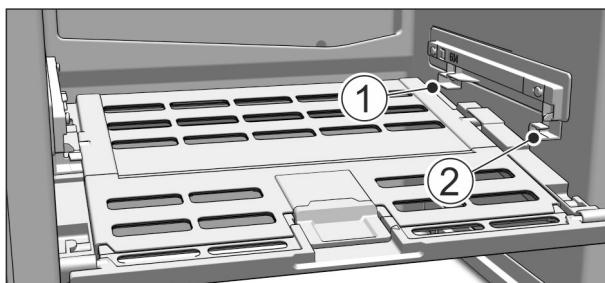

Fig. 75
- Вставляння кришки відділення Fruit & Vegetable-Safe: вставити поперечні ребра кришки знизу у задній тримач Fig. 75 (1) і зафіксувавши спереду у тримачі Fig. 75 (2).